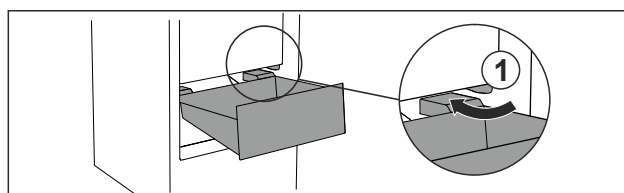

Fig. 65
- ▶ Guider le tiroir en biais en contournant les butées Fig. 65 (1).